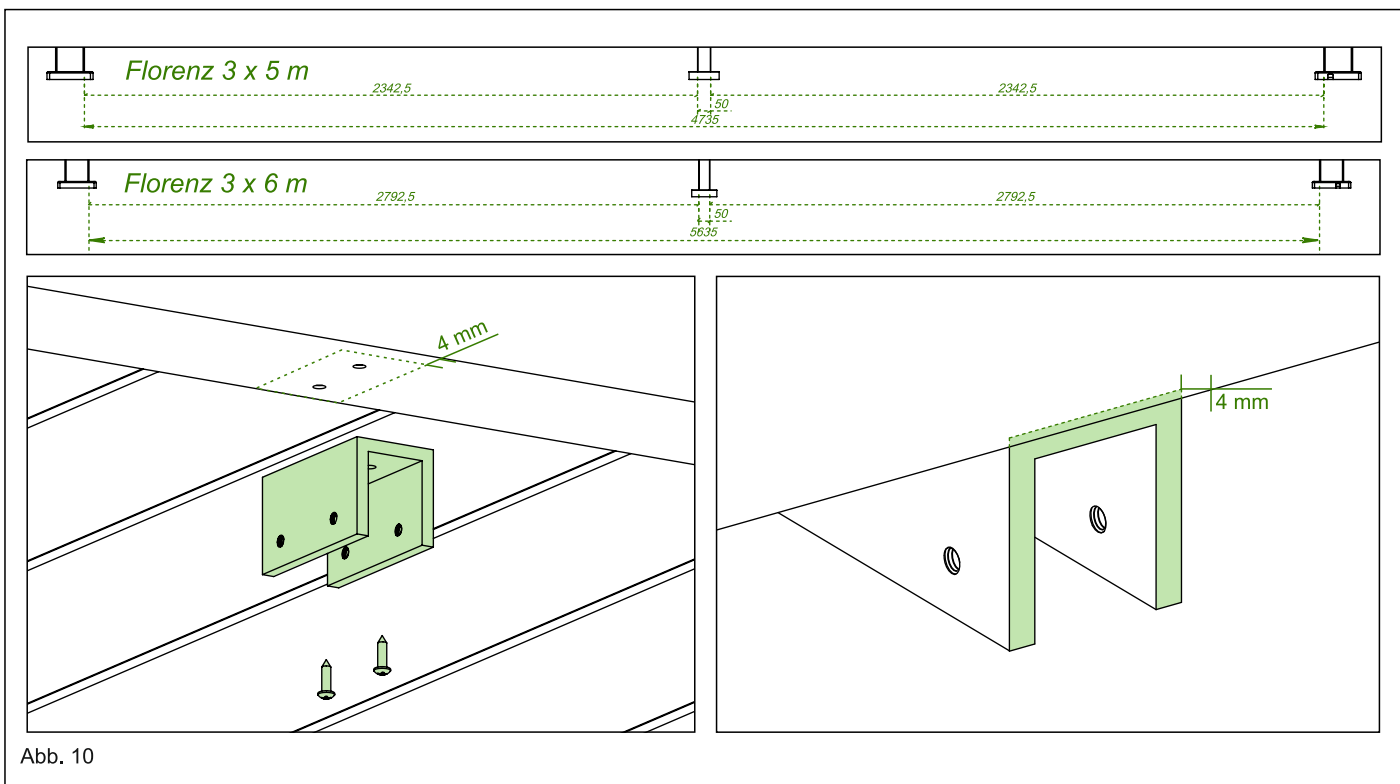

Abb. 10
9. Setzen Sie die Schienenführungen auf die Pfostenabdeckung der Pergola. Achten Sie darauf, dass das Schienenführungen richtig auf der Pfostenabdeckung sitzen. Siehe Abb. 10.
10. Messen Sie und markieren Sie die Mitte des Trägers der Pergola (Maße siehe Abb. 10). Setzen Sie das U-Profil des Pfostens unter den Träger, das U-Profil sollte 4 mm von der Außenseite des Träges platziert werden damit der Pfosten bei der Befestigung bündig mit dem Träger ist. Bohren Sie die Löcher für die Montage in den Träger und befestigen Sie das U-Profil mit den vorgesehenen Schrauben. Beachten Sie, bei Bohrung in den Träger muss die Rinne des Trägers mit Silikon an der Bohröffnung abgedichtet werden. Siehe Abb. 10.